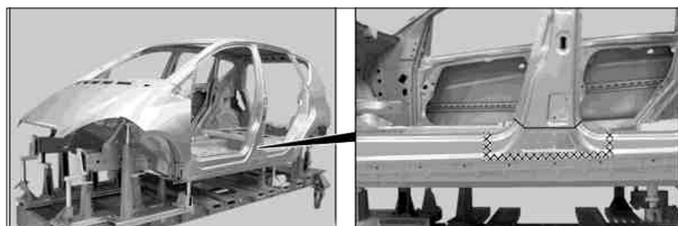

FIG. 83
- Fraiser les points de soudure dans les zones (A), (C) et (D).
- Chauffer à l'aide d'un décapeur thermique les zones hachurées (Fig.83).